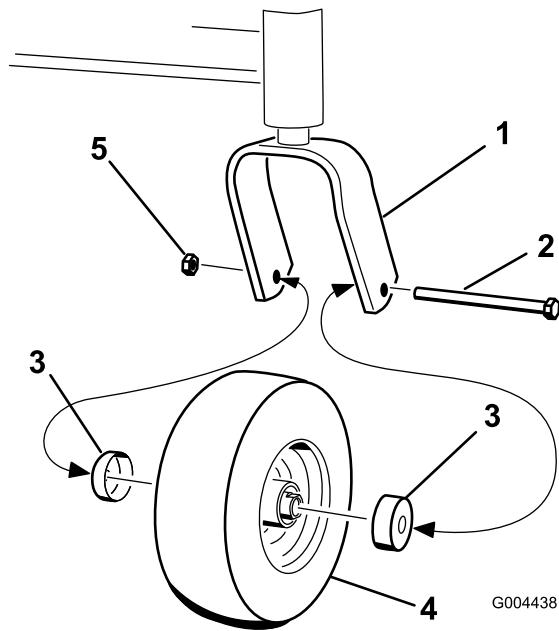

Figure 25
4. Retirez l'écrou et le boulon qui fixent la roue pivotante à la chape avant (Figure 25).
5. Retirez la bague d'étanchéité du moyeu de roue (Figure 25).
17. Posez les protège-joints sur les moyeux, puis insérez la roue dans la chape pivotante (Figure 25).
18. Montez le boulon et serrez l'écrou (Figure 25).